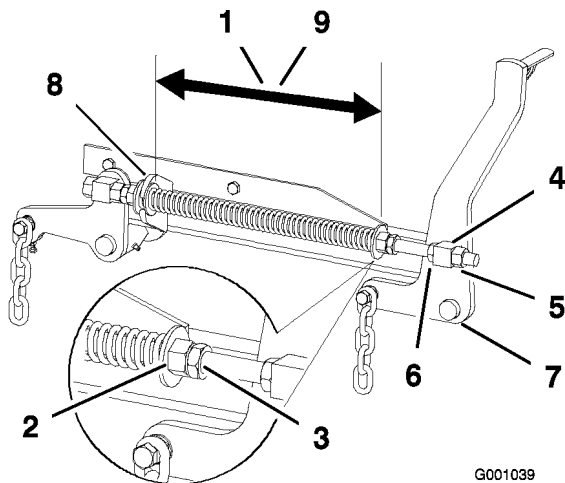

Figura 75
scocca dei tosaerba da 132 cm, e di 26,7 cm per la scocca dei tosaerba da 152 cm (Figura 75).
3. Regolate questa distanza allentando il controdado per molla e girando il dado davanti ad ogni molla (Figura 75). Girate il dado in senso orario per accorciare la molla, o in senso antiorario per allungarla.
4. Bloccate il dado serrando il controdado della molla (Figura 75).